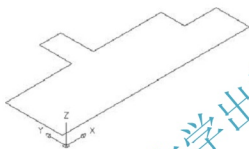
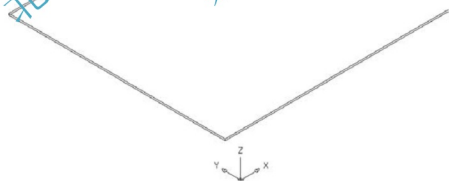

图 6.34 调整视图
图 6.35 拉伸屋面板
(1) 执行菜单栏中的【视图】|【三维视图】|【西南等轴测】命令，将视图调整为轴测视图状态，结果如图 6.34 所示。
(2) 执行菜单栏中的【绘图】|【实体】|【拉伸】命令。
① 在**选择对象**:提示下，选择图 6.34 中由多段线变成的面域。
② 在**指定拉伸高度或 [路径(P)]:**提示下，输入“100”，指定将面域向上拉伸 100mm。
③ 在**指定拉伸的倾斜角度<0>:**提示下，输入“0”，结果如图 6.35 所示。